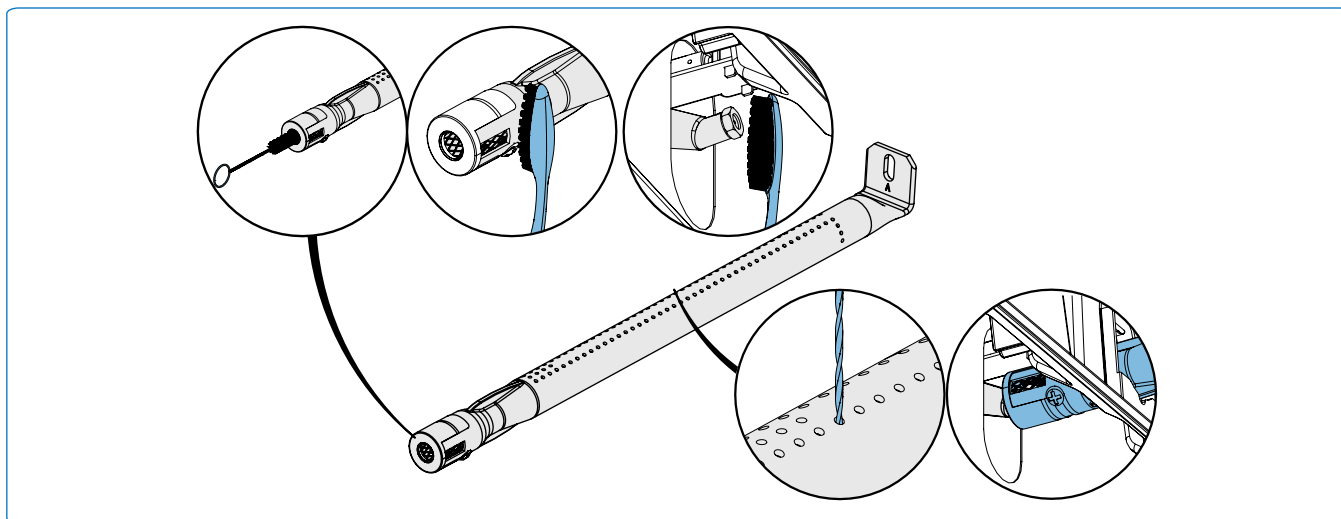

Fig. 15
1. Fjern skruen/skruerne, der fastgør brænderen til grillens bagvæg. Skub brænderen bagud og opad for at fjerne den (**Fig.15**).